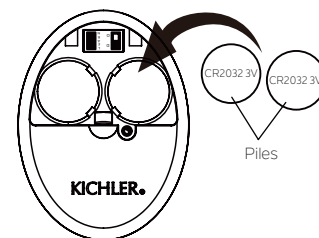

Fig. 19
Étape 3. Pour rendre le ventilateur opérationnel, installez deux piles 3V CR2032 (fournies). (Fig. 19)